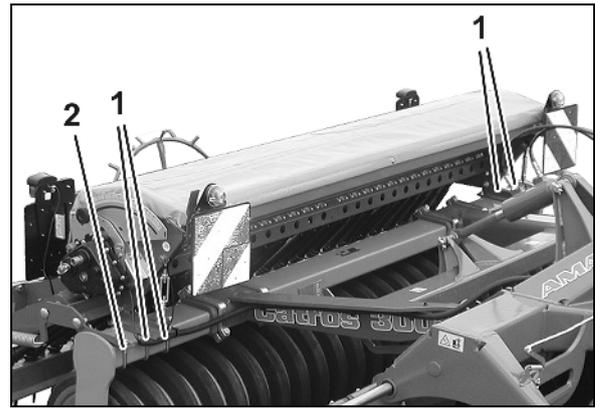

Fig. 18
6. Fixar a máquina com quatro estribos de fixação (Fig. 18/1).
7. Fixar o accionamento da roda de cauda com o estribo de fixação (Fig. 18/2).